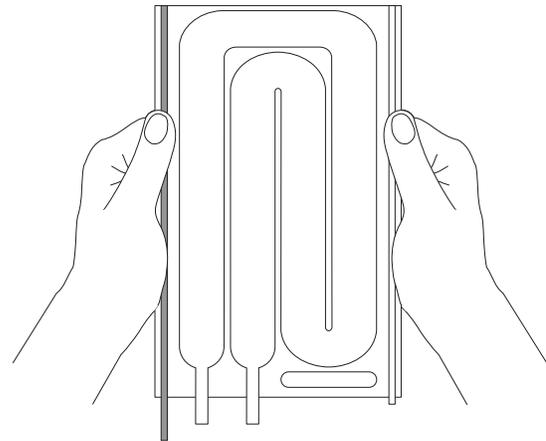

Figura 4—Introducción del casete
- 1 Sujete cada guía (refiérase a la Figura 4). Estire el casete flexible ligeramente e introduzca el extremo frontal en la parte frontal del calentador, con la guía azul hacia abajo. Alinee las guías con cada una de las aberturas ranuradas.